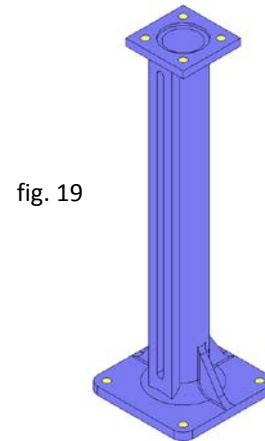

fig. 19
- Colonnes de manœuvre droite (fig. 19)